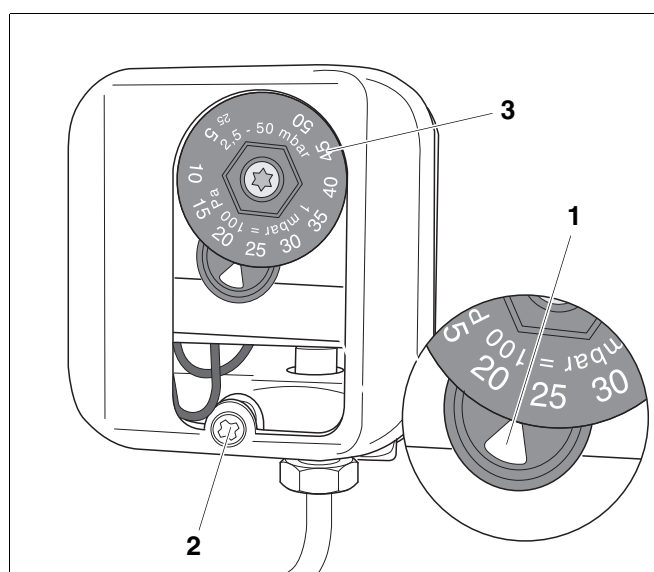

Рис. 46 Прибор контроля давления газа
- Для корректировки настройки нужно открыть крышку (Рис. 46, **поз. 2**) прибора контроля давления газа.
- Выставить регулировочный диск (Рис. 46, **поз. 3**) по настроечной маркировке (Рис. 46, **поз. 1**).